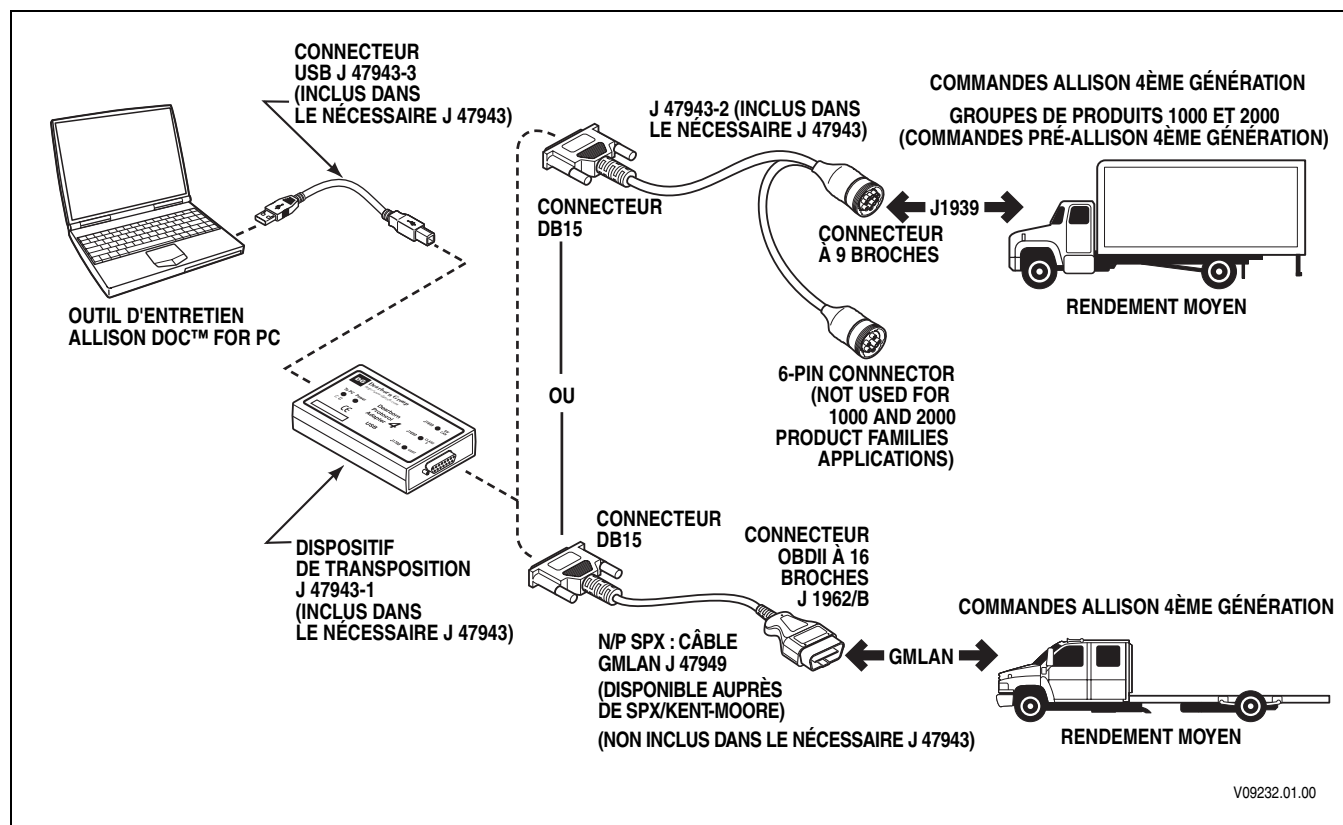

Figure 3–1. Connexions correctes de l'outil d'entretien Allison DOC™ For PC
- Les connexions correctes existent pour communiquer avec l'outil d'entretien Allison DOC™ For PC (Figure 3–1 et Figure 3–2).